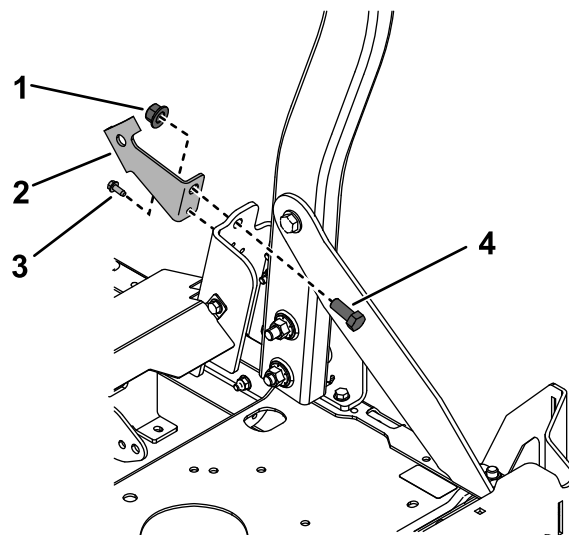

Figura 7
1. Instale los soportes de los cinturones de seguridad derecho e izquierdo usando 1 perno (1/2" x 1 1/4"), 1 contratuerca (1/2") y un tornillo autorroscante (1/4" x 5/8") en cada soporte (Figura 7). Apriete los pernos a 102 N·m (75 pies-libra).